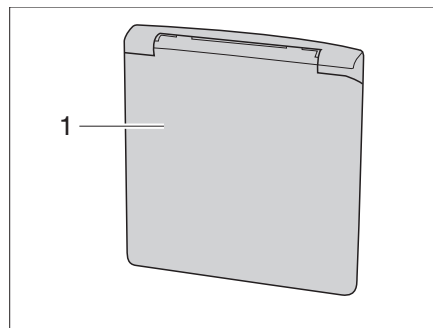

Bild 3 Klappe für 230-V-Anschluss
- Außenklappe (Bild 3,1) unten greifen und nach oben schwenken.